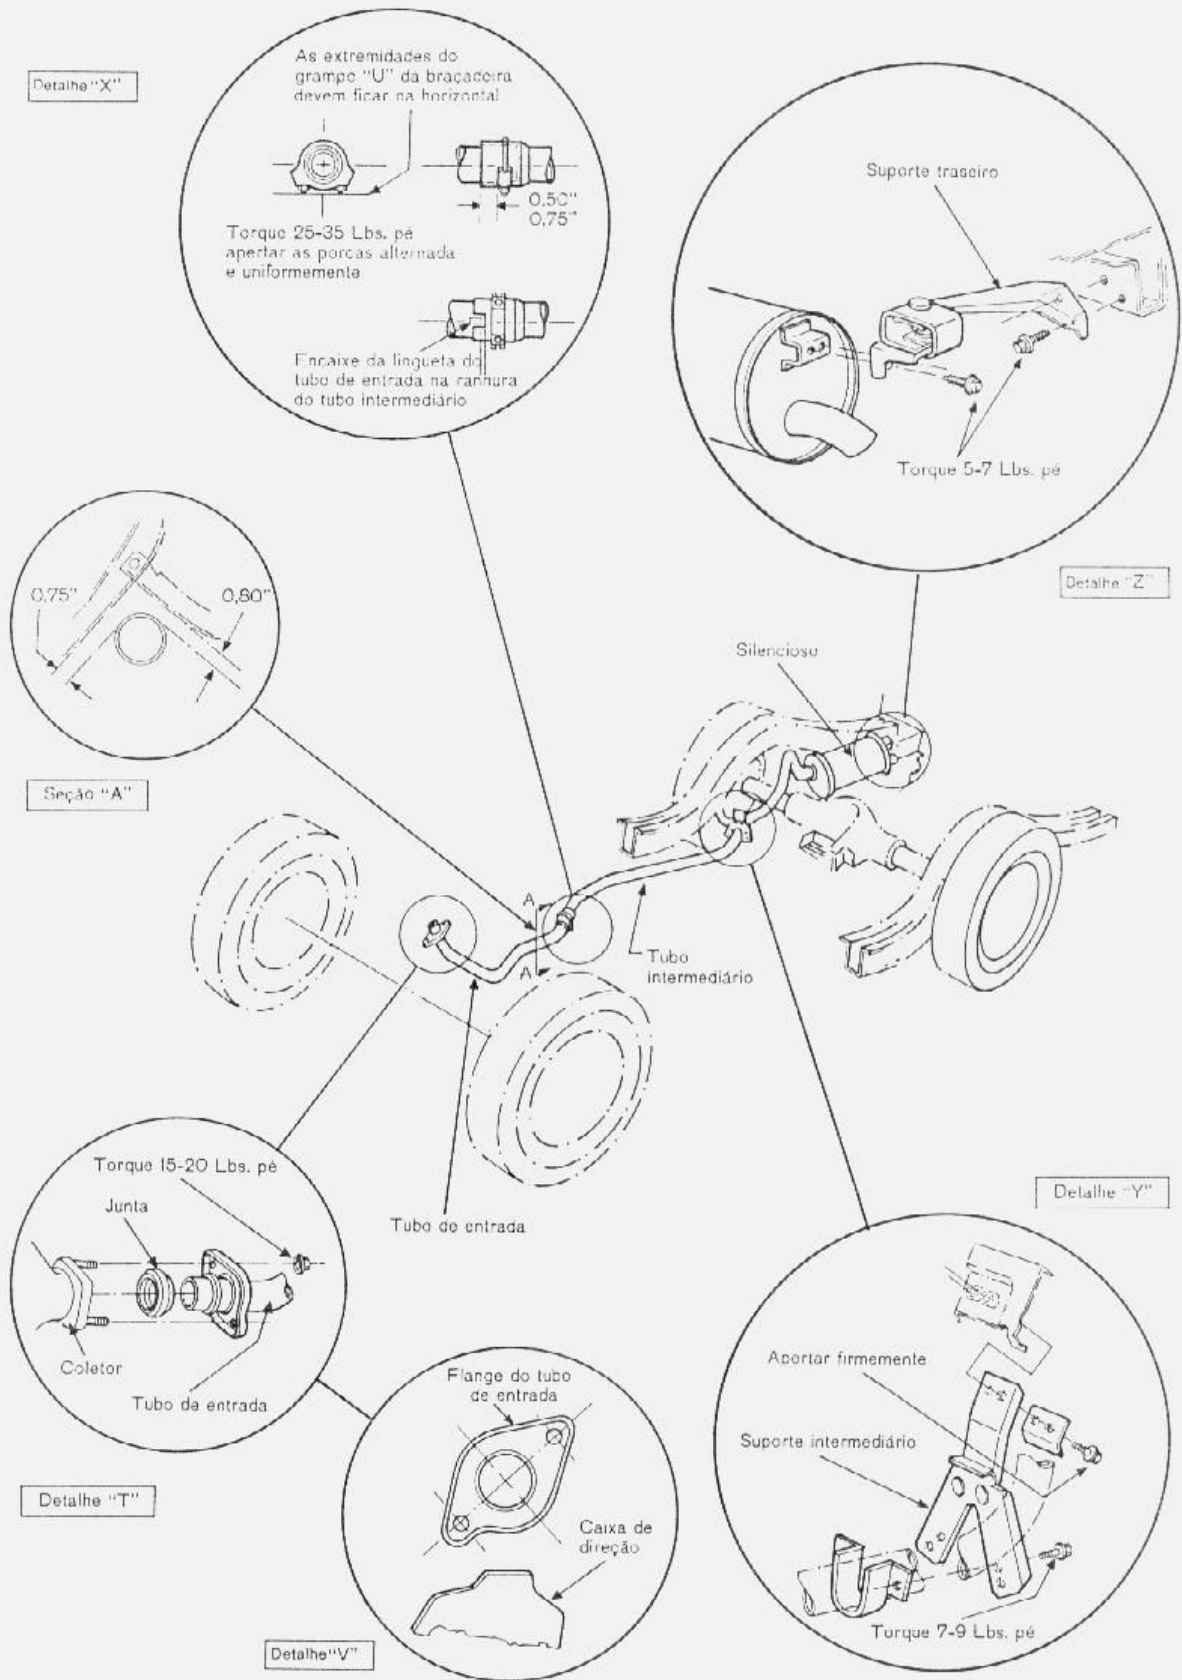

fig. 1 - sistema de escapamento - motor 6 cilindros
Os veículos equipados com motor de seis cilindros, possuem um sistema de escapamento constituído por um coletor, tubulação de entrada, tubulação intermediária e silencioso (fig. 1).
2. Remover a braçadeira do tubo de entrada na extremidade traseira do mesmo (detalhe "X" da fig. 1).
5. Retirar as porcas dos prisioneiros do coletor e remover o tubo de entrada (detalhe "T" da fig. 1).
2. Encaixar a parte da frente do tubo intermediário, no tubo de entrada. **Verificar se a ranhura de guia no tubo intermediário está alinhada com a lingüeta do tubo de entrada. A lingüeta deve ficar totalmente encaixada na ranhura (detalhe "X" da fig. 1).**
5. Posicionar o sistema de escapamento dentro das especificações mostradas na fig. 1.